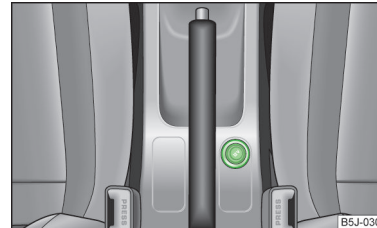

Abb. 63
- Den Anzünderknopf des Zigarettenanzünders hineindrücken  Abb. 63.
In der Mittelkonsole vorn » Abb. 63 auf Seite 73.